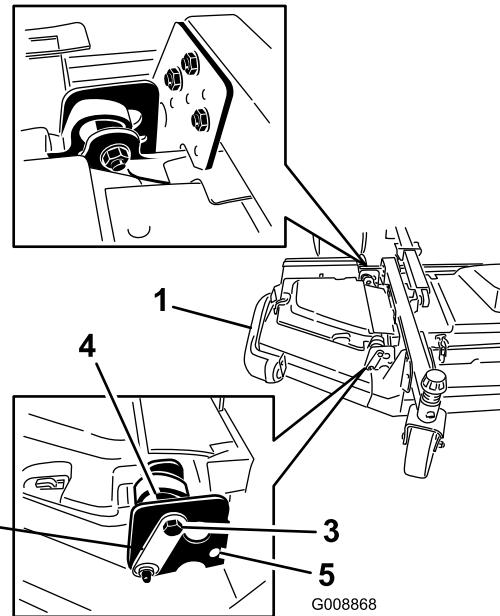

Bild 7
- Lösen Sie die Schrauben und Muttern, mit denen die zwei Ekzenterdistanzstücke an den Flügeln befestigt sind (Bild 7).
- Drehen Sie den hinteren Ekzenter (der der Zugmaschine am nächsten ist), bis die äußere Messerspitze ungefähr 3 mm höher ist als die gewünschte Schnitthöhe (Bild 7).